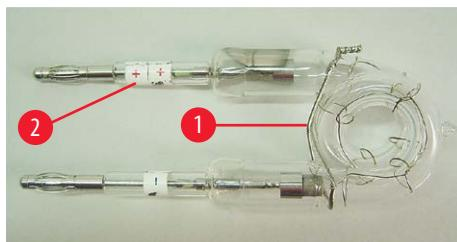
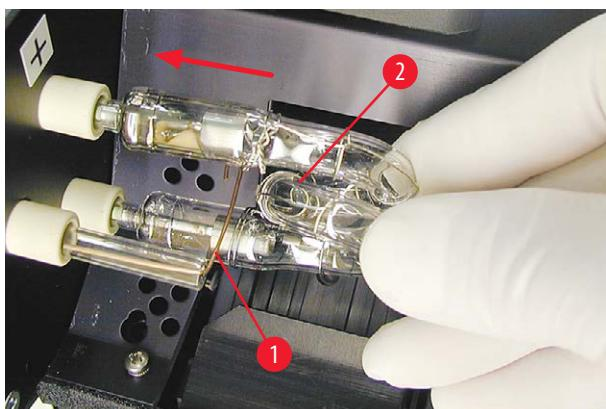

图 18
图 20
- 将新的闪光灯泡("图 18")插入插座("图 17-3")；然后小心地尽可能将其向里推("图 20") (不再能看到极性标记(+))。如有必要，轻轻地上下移动闪光灯泡。